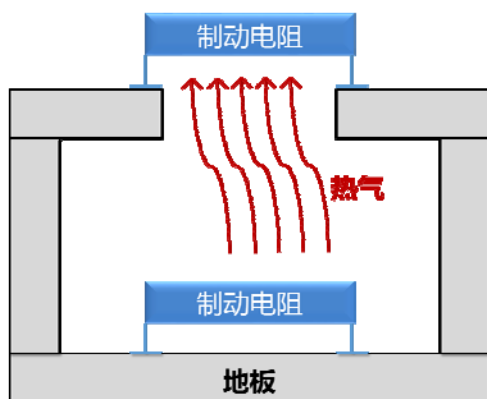

图 7-9
- 请勿将制动电阻安装在另一个制动电阻或者任何会散发热气之物品的上方。（参考图 7-9）